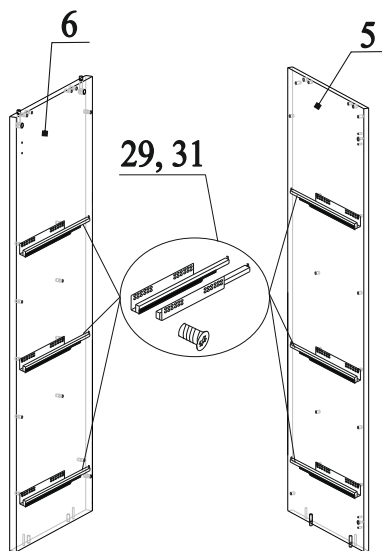

Рис.10
19. К деталям 5 и 6 привернуть направляющие из комплекта 29 евроинтами 31 (рис.10);